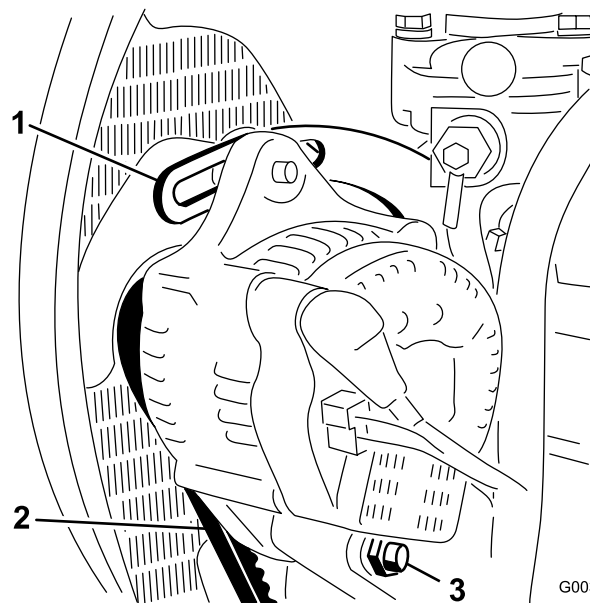

Figura 115
3. Compruebe la tensión de la correa del alternador presionándola (Figura 115) en el punto intermedio entre las poleas del alternador y del cigüeñal con una fuerza de 10 kg (22 libras).
4. Afloje el perno que sujeta el alternador al tirante y el perno de pivote del alternador (Figura 115).